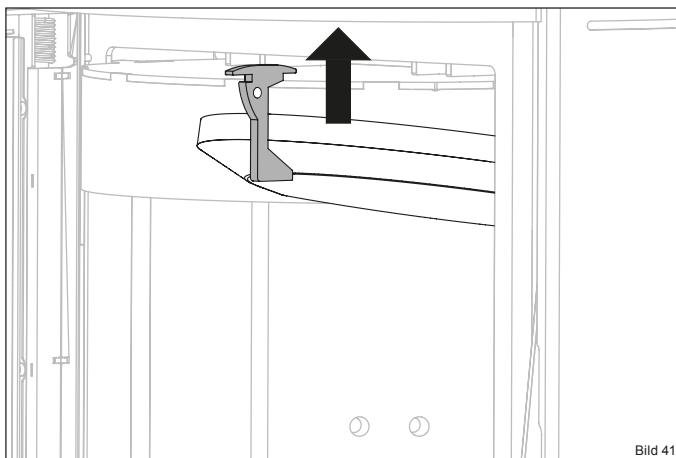

Bild 41
- Schieben Sie den Thermosteinhalter nach oben (Bild 41).